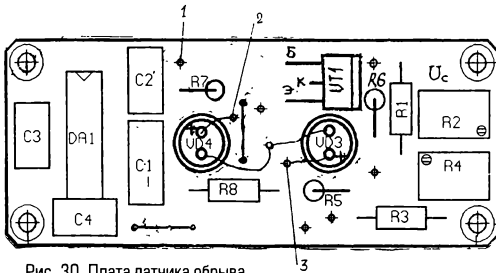

Рис. 30. Плата датчика обрыва
**Контроль и регулировка напряжения срабатывания датчиков обрыва рабочего хода и перемотки.** Для контроля работы этих датчиков необходимо на подключенном к сети кинопроекторе ввести в зазор датчика обрыва рабочего хода отрезок киноленты без эмульсии (ракорд) так, чтобы он перекрывал рабочую оптронную пару, оставив открытой опорную. При этом светодиод «Готов» на панели управления должен включиться, а при выведении пленки выключиться. Аналогично проверяется и датчик обрыва при перемотке. Если при проверке светодиод «Готов» не включается или включается неустойчиво, «моргает» при смещении киноленты или изменении ее наклона, необходимо подрегулировать датчик, для чего требуется выключить электропитание кинопроектора, отвернуть винты крепления датчика к плите головки кинопроектора, осторожно вытянуть провода, наклонить датчик так, чтобы можно было снять верхнюю крышку (рис. 2514), и снять ее, получив доступ к плате, включить электропитание кинопроектора, электронным вольтметром постоянного тока замерить напряжение на аноде фотодиода **VD4** (точки 1 и 2 на рис. 30), которое должно составить  $+ (9,5 \pm 0,1)$  В (его можно подрегулировать резистором **R4**), затем требуется замерить напряжение на аноде фотодиода **VD3** (точки 1 и 3). Это напряжение должно быть равно  $+ (10 \pm 0,1)$  В, его величина регулируется резистором **R2**.